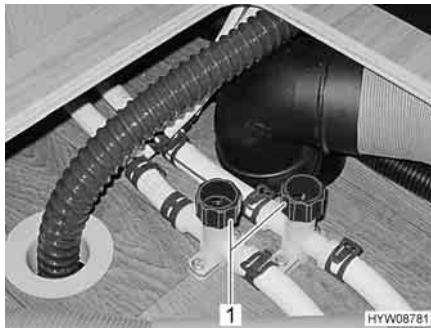
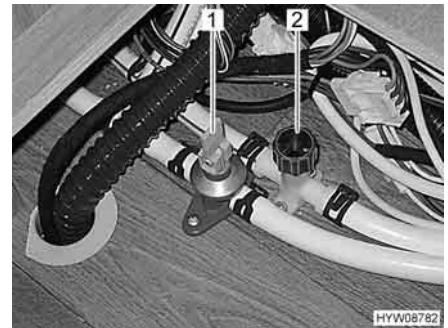

Fig. 157 Rubinetti di scarico scal-daaqua
Fig. 158 Riscaldamento boiler Alde
- Chiudere tutti i rubinetti di scarico. A tal fine ruotare i coperchi (Fig. 157,1 o Fig. 158,2) in senso orario oppure posizionare la leva a bilanciere (Fig. 158,1) in posizione orizzontale.